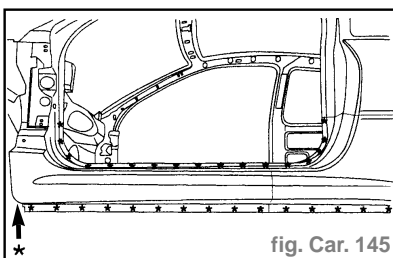

fig. Car. 145
- Découper par fraisage des points (fig. Car. 145).